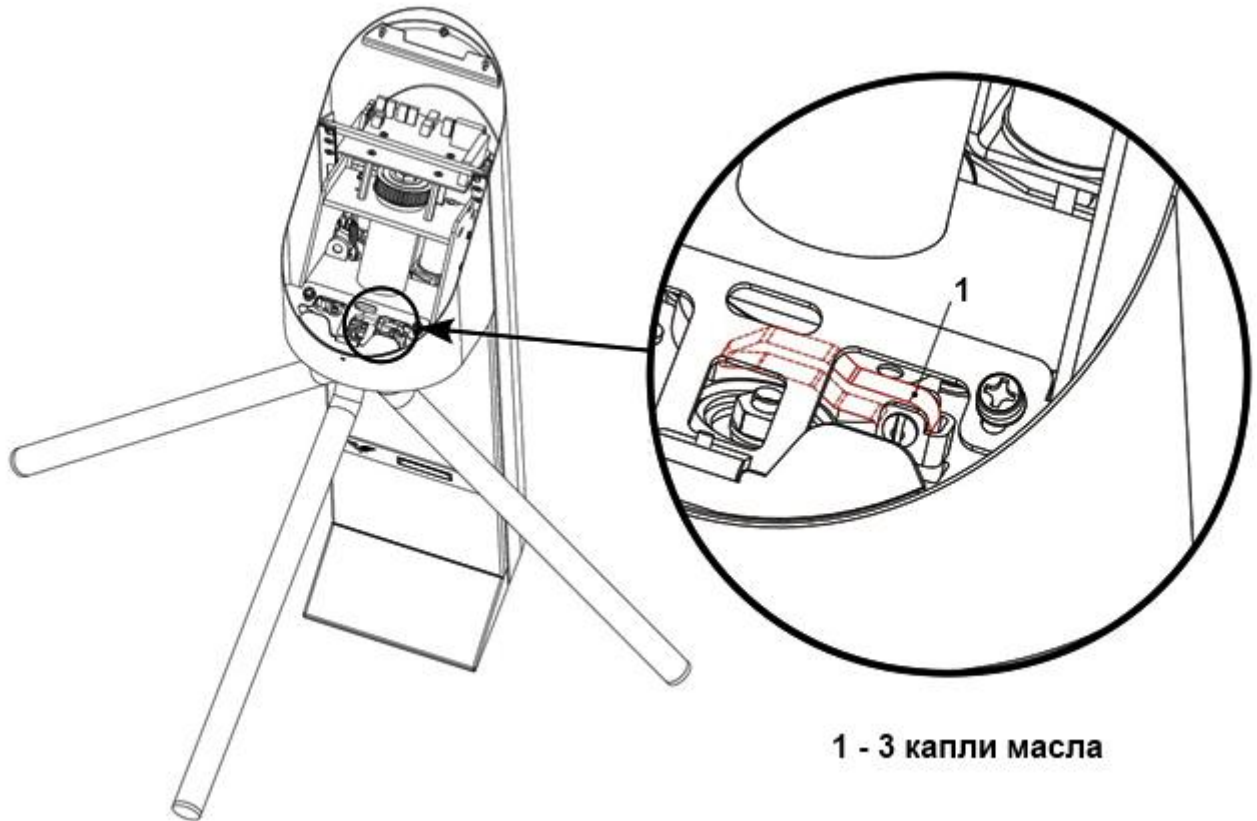

Рисунок 25 – Ось вращения кулачка разблокировки планок (центральная стойка турникета)
3.7.4 Рисунок 25 – смазать ось вращения кулачка разблокировки планок.